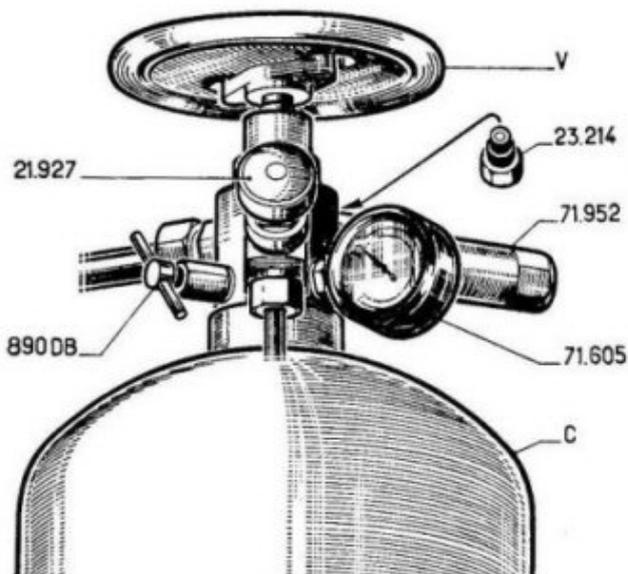

Figure 4. — Bouteille d'air de lancement.
- d) purger les bouteilles d'air de lancement en ouvrant les robinets 890 DB (voir figure 4) ;
#### **Bouteille d'air de lancement** (voir figure 4)